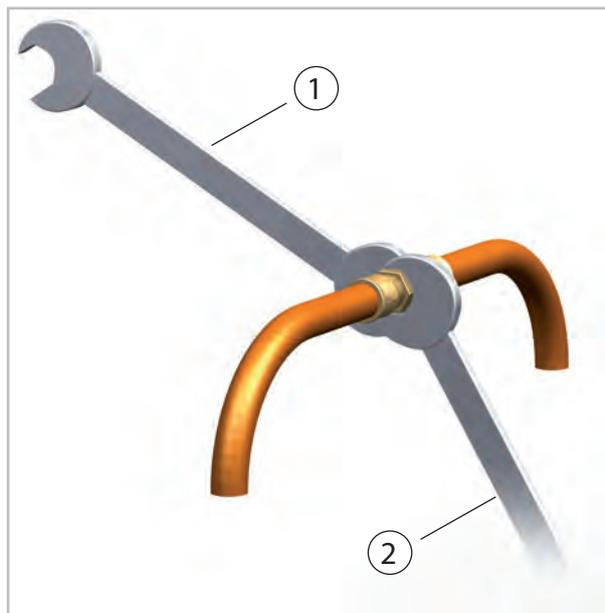

Abb. 16: Verschraubungen anziehen
13. ➤ Befestigen Sie nun endgültig die Verschraubungen mit 2 Maulschlüsseln geeigneter Schlüsselweite. Halten Sie während des Schraubens auf jeden Fall mit einem Maulschlüssel gegen (Abb. 16).